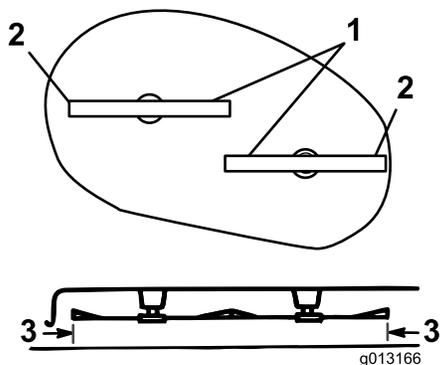

Figure 43
1. Tournez prudemment les lames pour qu'elles soient parallèles dans le sens transversal (Figure 43).
2. Mesurez la distance entre les tranchants extérieurs et le sol plat (Figure 43). Vérifiez que les mesures sont égales à 3 mm près. Si ce n'est pas le cas, passez à l'opération suivante.
4. Élevez ou abaissez le côté droit du carter du plateau de coupe en tournant les écrous jusqu'à ce que la distance entre les bords extérieurs des lames et la surface plane (Figure 43) soit identique pour chaque lame, à 3 mm près, et serrez les écrous des biellettes réglables avant et arrière.